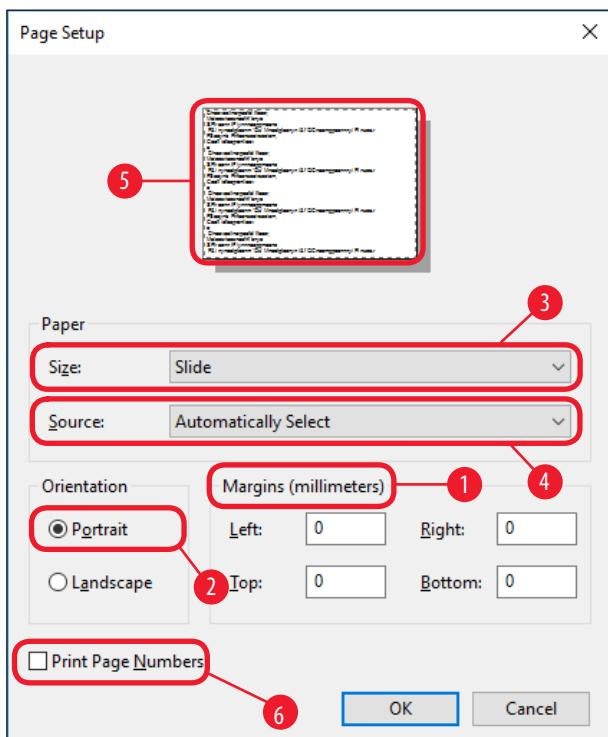

图 41
3. 首先必须选择页面设置：单击 File (文件) > Page Setup (页面设置) 打开 Page Setup (页面设置) 对话框 (→ "图 41")。